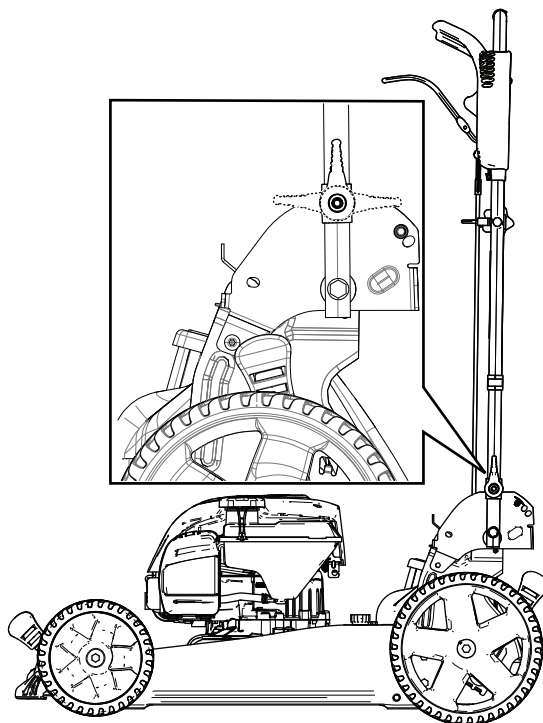

Figure 22
2. Rabattez le guidon vers l'avant soit à la verticale soit complètement abaissé, comme montré à la Figure 22.